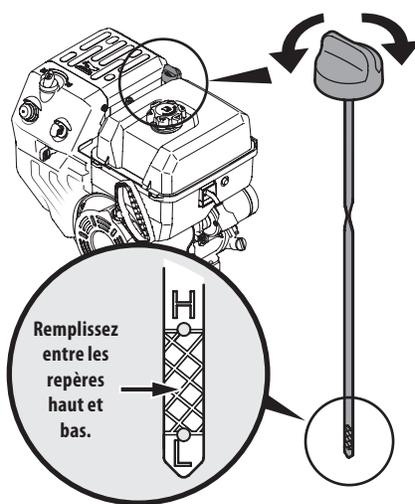

Figure 3-2
- Maintenir le niveau d'huile entre les repères haut (H) et bas (L) de la jauge à huile ou à la limite de débordement dans le cas d'un moteur sans jauge à huile. Voir la Figure 3-2.
1. Enlevez le capuchon de remplissage de l'huile et essuyez la jauge à huile. Voir la Figure 3-2.
3. Enlevez le capuchon de remplissage de l'huile. Si le niveau d'huile est bas, ajoutez lentement de l'huile jusqu'à ce que le niveau d'huile soit entre les repères haut (H) et le bas (L). Voir la Figure 3-2.
4. Deserrez et enlevez le capuchon/jauge de la goulotte de remplissage de l'huile. Prenez note de la position de la jauge, si le niveau d'huile est en bas de la jauge (L), ajoutez lentement de l'huile jusqu'à ce que le niveau se trouve à la position haut (H). Voir la Figure 3-2.